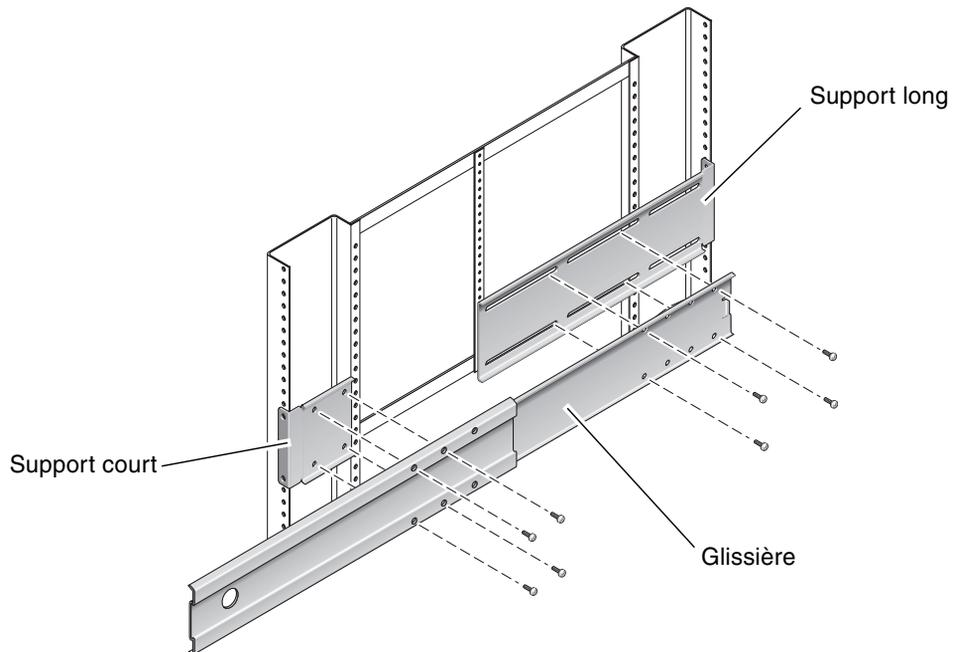

FIGURE 3-12 Fixation de la glissière aux supports
- À l'aide des vis à tête cylindrique bombée M5 (quatre pour le support court et quatre pour le support long), fixez la glissière aux supports courts et longs situés à l'avant et à l'arrière du rack (voir FIGURE 3-12).